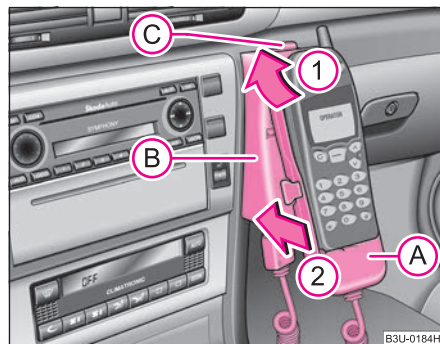

Fig. 133 Conexión telefónica universal delante
- Coloque el adaptador sin el teléfono en el soporte (B) primero en el sentido de la flecha ① ⇒ fig. 133, hasta que el adaptador toque el tope. Presione ligeramente el adaptador en el sentido de la flecha ②, de modo que quede enclavado.
- Coloque el teléfono en el adaptador (A) (según las instrucciones del fabricante) y desconecte el encendido.